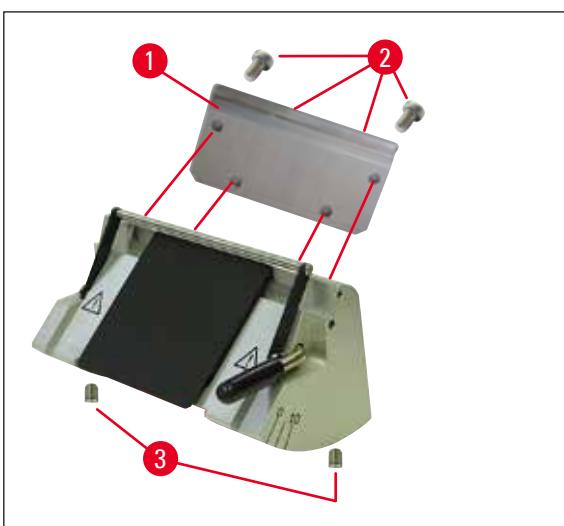
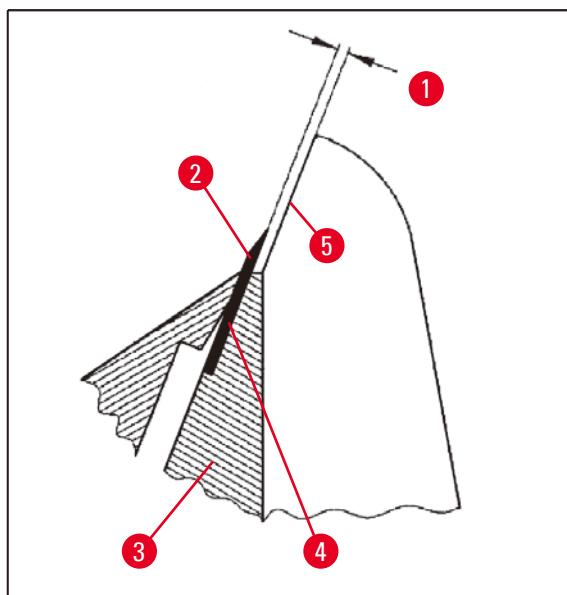

図 34
図35
- ・取り付ける際には、プレッシャープレート(→図40-4)上端が背面プレッシャープレート(→図40-2)と平行で同じ高さになるように注意してください（36ページの(→46ページ - 図34)、(→47ページ - 図35)）。必要に応じてプレッシャープレートの調整を行います(→50ページ - 5.9.10 アクセサリー一覧)